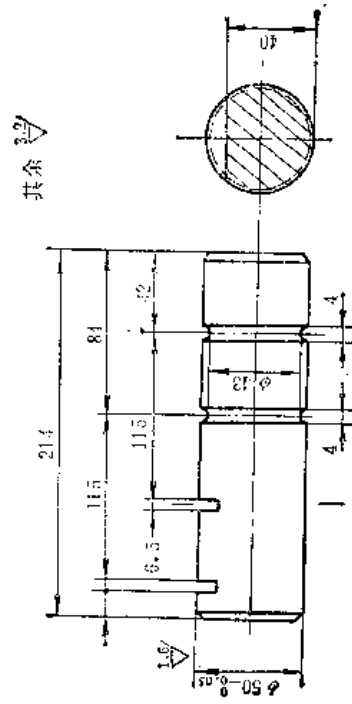

图8-2-13 保险销 (HT150)
(7) 保险销 (图8-2-13)
①  $\phi 50_{-0.05}^0\text{mm}$ 尺寸中公差 $< 0.10\text{mm}$ ,  $> 0.05\text{mm}$ , 修复保证不了同轴度时, 报废。
②  $\phi 43\text{mm}$ 尺寸中, 公差 $< 0.10\text{mm}$ 时, 失去作用。
③ HT150材料中, 金相组织不均, 瞬时抗剪强度 $R_p < 130\text{MPa}$ 时, 报废。